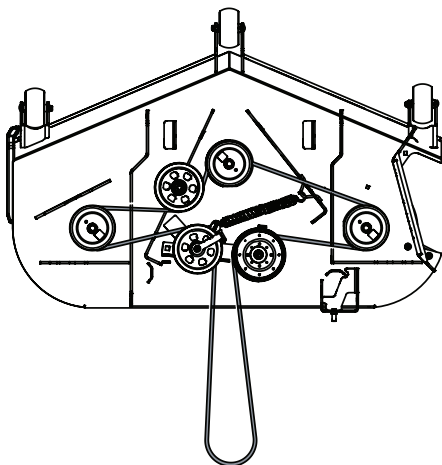

Figure 57
- Placez la courroie comme indiqué à la Figure 57, puis serrez la quincaillerie du bras de renvoi.